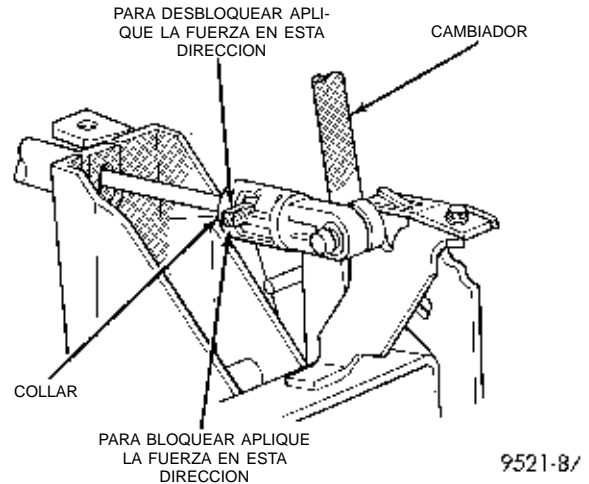

Fig. 205 Ajuste del cable de cambio de marchas
- (1) Aplique el freno de estacionamiento.
- (2) Retire la consola del suelo. Consulte el Grupo 23, Carrocería.
(3) Coloque la palanca del cambio de marchas en la posición (PARK) (P).
(4) Presione hacia abajo la orejeta y desenganche el collar del cable del cambiador de forma que pueda ajustarse el cable (Fig. 205).